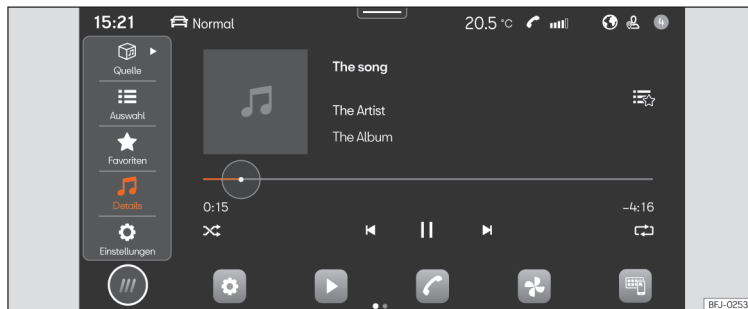

Abb. 139 Schematische Darstellung: Ansicht Medien.
- Drücken Sie **HOME > ► ► ► [Abb. 139]**.